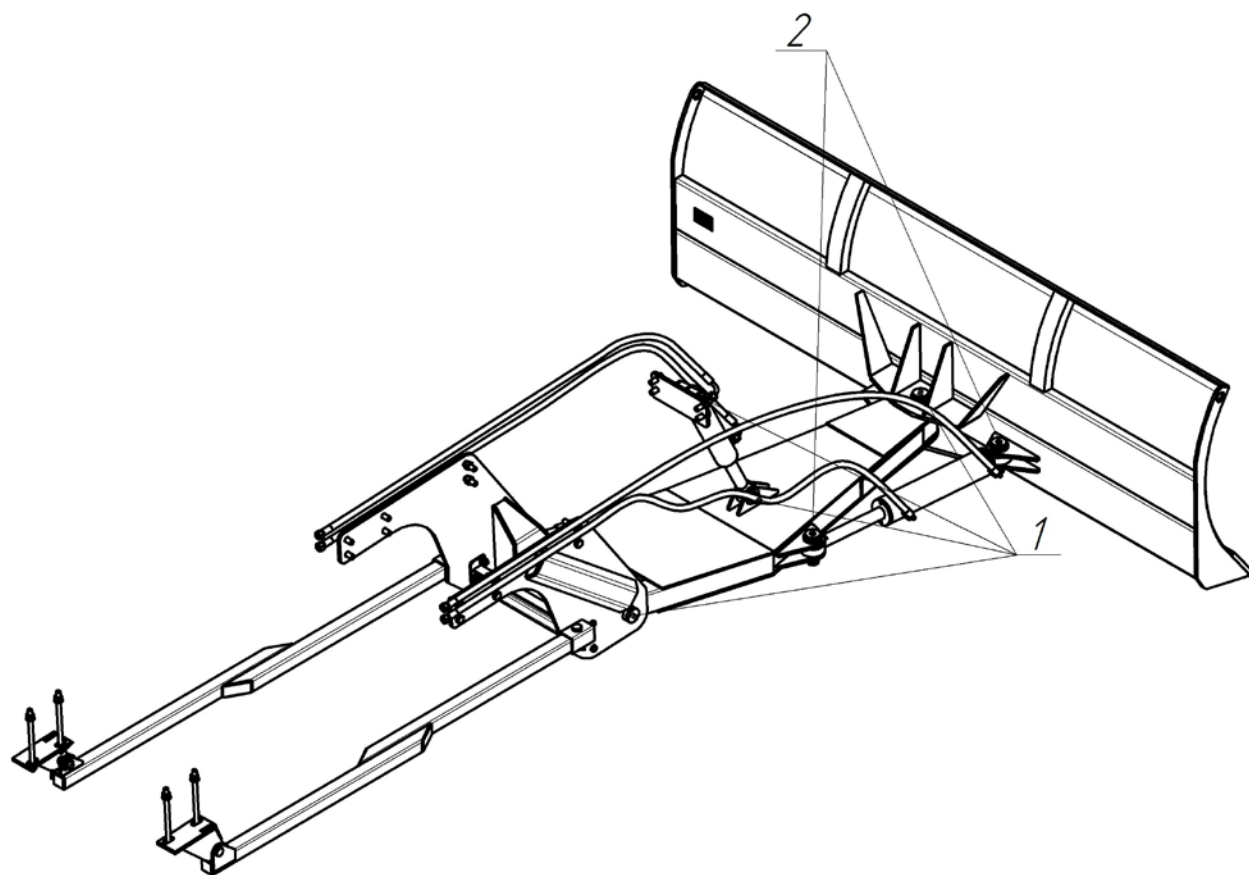

Рисунок 3.1 – Схема смазки
- наличие смазки в местах согласно рис. 3.1 и таб. 3.2;
Места нанесения смазочных материалов, а также характеристики смазочных материалов приведены на рис.3.1. и в таб. 3.2.